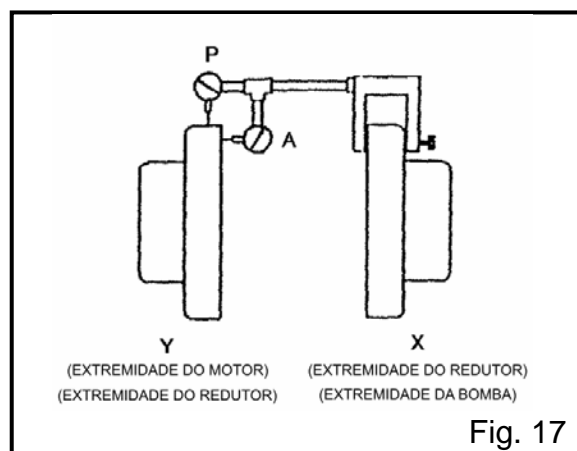

Fig. 17
1. Montar dois comparadores numa das meias uniões (X) por forma a que eles estejam em contacto com a outra meia união (Y) (Fig. 17).
Os acoplamentos estão alinhados angularmente se o comparador "A" (Indicação angular), Fig 17, não varia mais do que 0,003" (0,076 mm) quando medido em quatro pontos distintos e separados de 90°, à temperatura de funcionamento. Abaixo estão descritos na generalidade dois métodos aceitáveis para obter o alinhamento desejado.